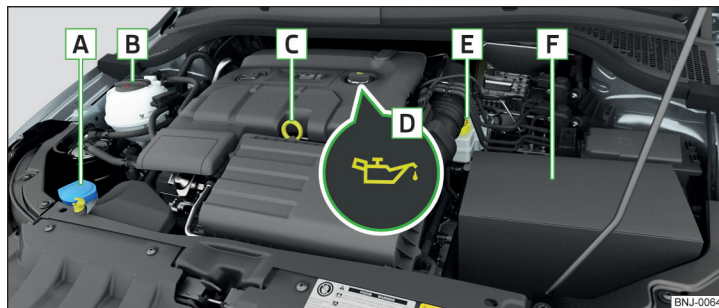

Fig. 168 Exemplu de dispunere în compartimentul motor
- Deșurubați capacul orificiului de umplere cu ulei **D** » fig. 168 la pagina 142.